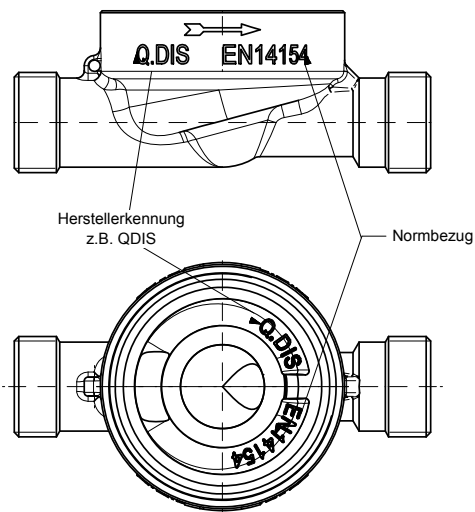

Abb. 6: EAT-Kennzeichnung
- Für Neuinstallationen sind nur gekennzeichnete EAT's einzusetzen (siehe Abb. 6)